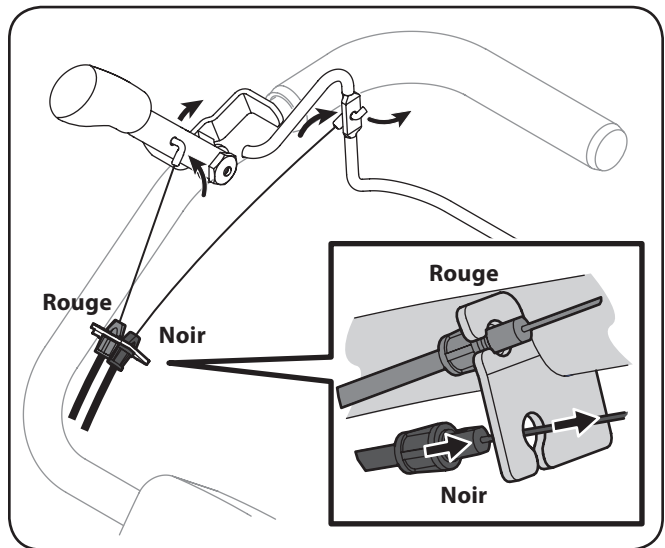

Figure 3-5
7. Le câble d'embrayage (noir) de la marche avant suit le long du côté extérieur droit de la poignée et s'attache à la commande d'embrayage des dents. Voir Figure 3-5.
8. Après avoir correctement attaché le câble d'embrayage (noir) de la marche avant à la commande d'embrayage des dents, faites enclencher le câble dans le support de câbles. Voir Figure 3-5.
9. Le câble d'embrayage (rouge) de la marche arrière suit le long du côté intérieur droit de la poignée et s'attache à la commande de marche arrière. Voir Figure 3-5.
10. Après avoir correctement attaché le câble d'embrayage (rouge) de la marche arrière à la commande de marche arrière, faites enclencher le câble dans le support de câbles. Voir Figure 3-5.